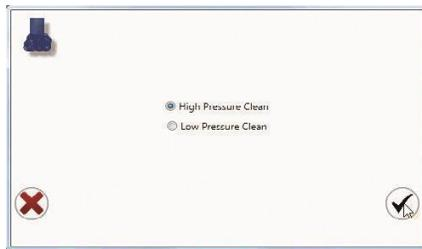

Рис. 79. Режимы очистки системы.
5. Выберите режим очистки (Рис. 79).